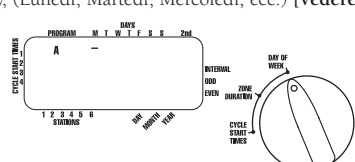

FIGURA 6: Display a cristalli liquidi con i giorni dell'irrigazione
■ Portare il disco combinatorio su **DAY OF WEEK** (giorno della settimana) nel programma A. Il display visualizzerà una "A" e il cursore lampeggerà sotto i giorni della settimana Monday, Tuesday, Wednesday, (Lunedì, Martedì, Mercoledì, ecc.) [vedere figura 6].